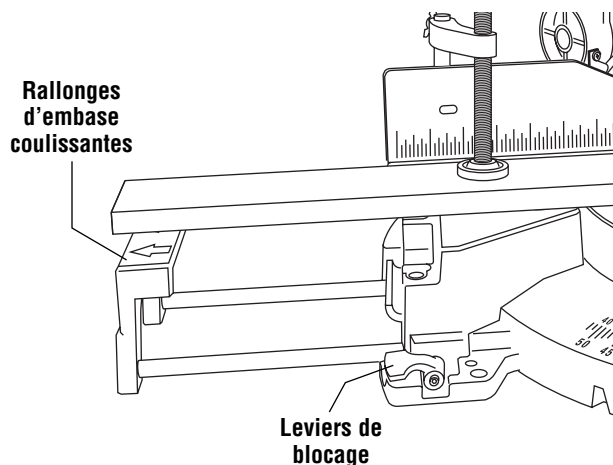

Figure 2. Rallonges d'embase coulissantes
**Rallonges coulissantes de l'embase** – Ces rallonges permettent de mieux supporter les pièces et sont surtout utiles lors du sciage de pièces longues. Pour changer leur position, il suffit de débloquer les leviers de blocage des rallonges de l'embase, de déplacer les rallonges et de bloquer les leviers (Figure 2).